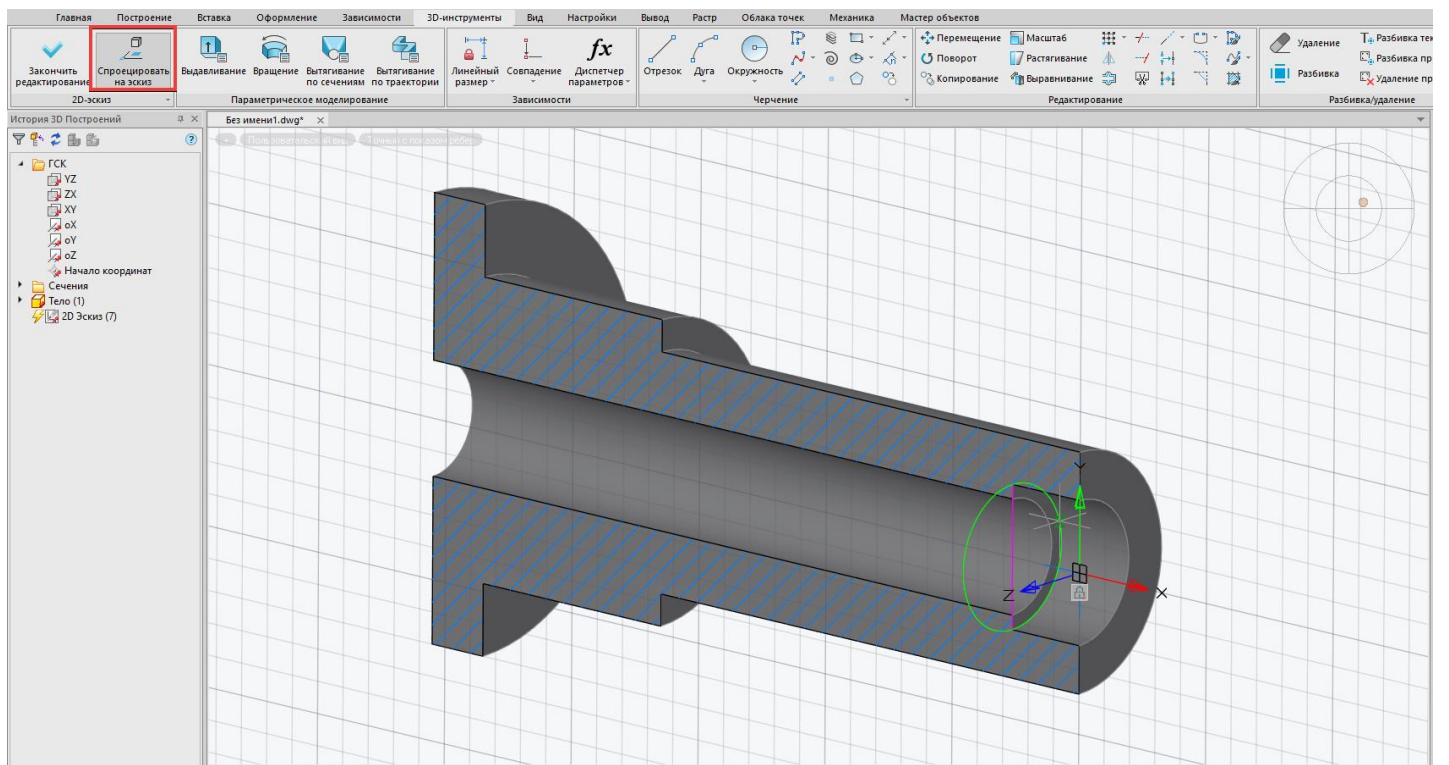

Рис. 15. Проецирование элемента на эскиз
5.2. Приблизьте место предыдущего построения и спроецируйте внутренний торец отверстия, используя команду *Спроецировать на эскиз*, которая находится в группе *2D-эскиз*. Для удобства модель можно развернуть в изометрический вид, используя комбинацию *Shift + колесо мыши* (рис. 15).